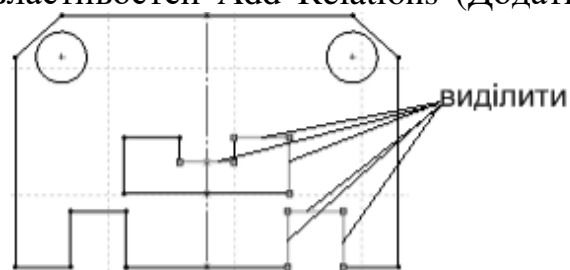

Рисунок 1.6
20. Виділіть об'єкти, показані на рис. 1.6. Додайте для них взаємозв'язок Equal (Рівність) в сувої Add Relations (Додати взаємозв'язок) менеджера властивостей.